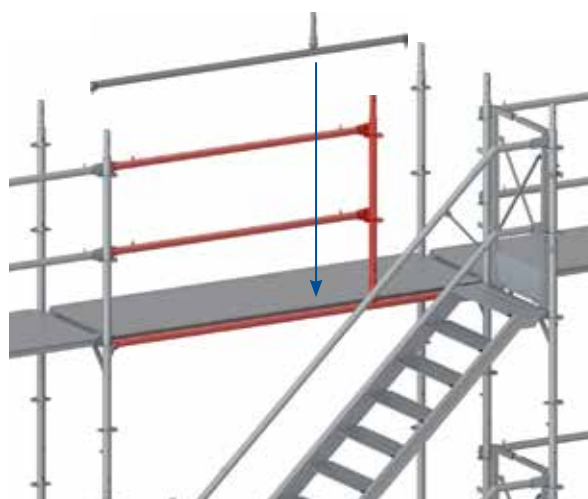

Figure 47 : Montage de la lisse de verrouillage d'escalier, du poteau de garde-corps et des renforts de garde-corps
13. Installer une lisse de verrouillage d'escalier dans le niveau supérieur de l'escalier. Un poteau de garde-corps est installé sur cette barre, le tout étant complété de deux renforts de garde-corps (voir figure 47).